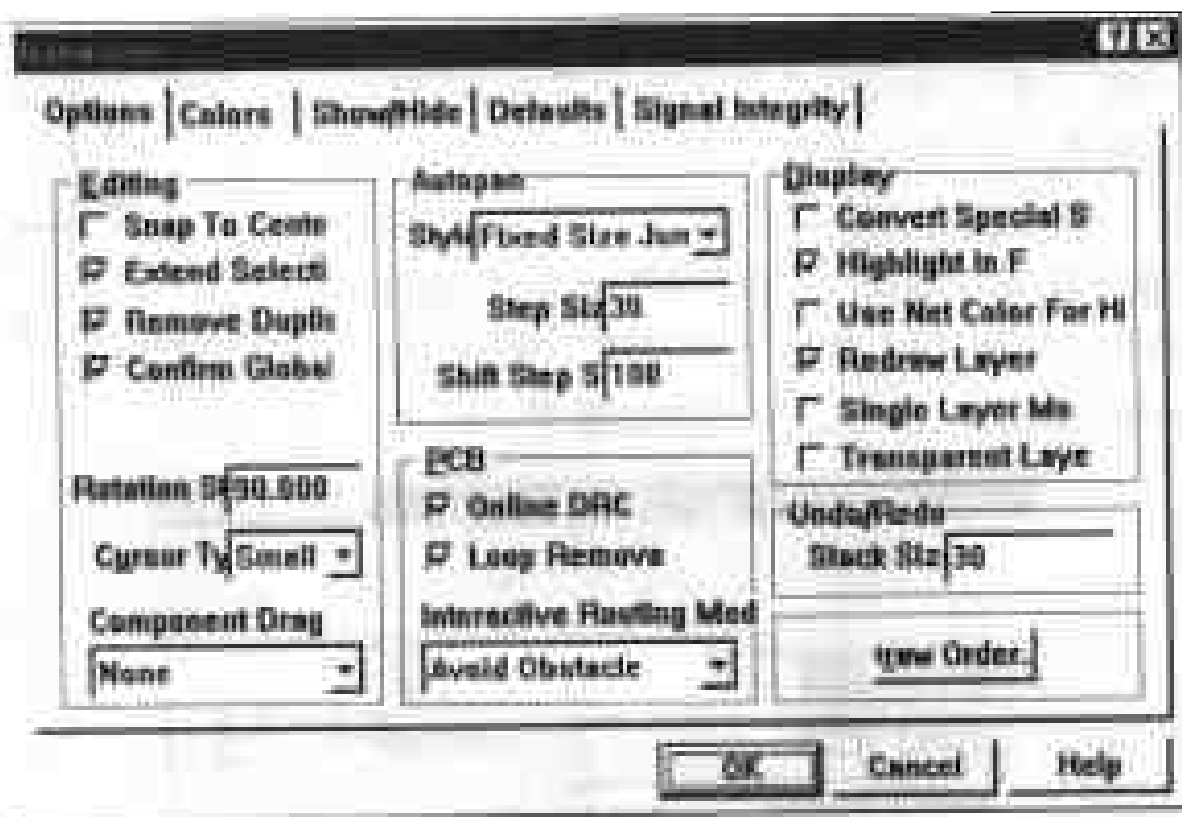

图 7-17 系统参数设置
(3) 最后进行系统参数设置。在零件封装编辑框中, 单击鼠标右键, 在弹出菜单中选择“Options”下的“Preferences...”, 弹出系统参数设置对话框, 如图 7-17 所示。也可以选择主菜单项的 Tools\Options...命令或单击快捷键 T、O。